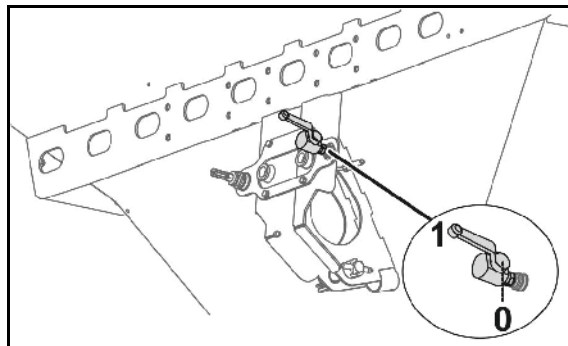

Рис. 66
- устройство переключения техколеи закрывает в распределительной головке посредством заслонки (Рис. 66/1) подвод посевного материала к семяпроводам (Рис. 66/2) сошников техколеи;
Подача посевного материала к сошникам техколеи прерывается, как только электромотор (Рис. 66/3) закрывает соответствующие семяпроводы (Рис. 66/2) в распределительной головке.
Датчик (Рис. 66/4) проверяет, надлежащим ли образом работают заслонки (Рис. 66/1), открывающие и закрывающие семяпроводы (Рис. 66/2).